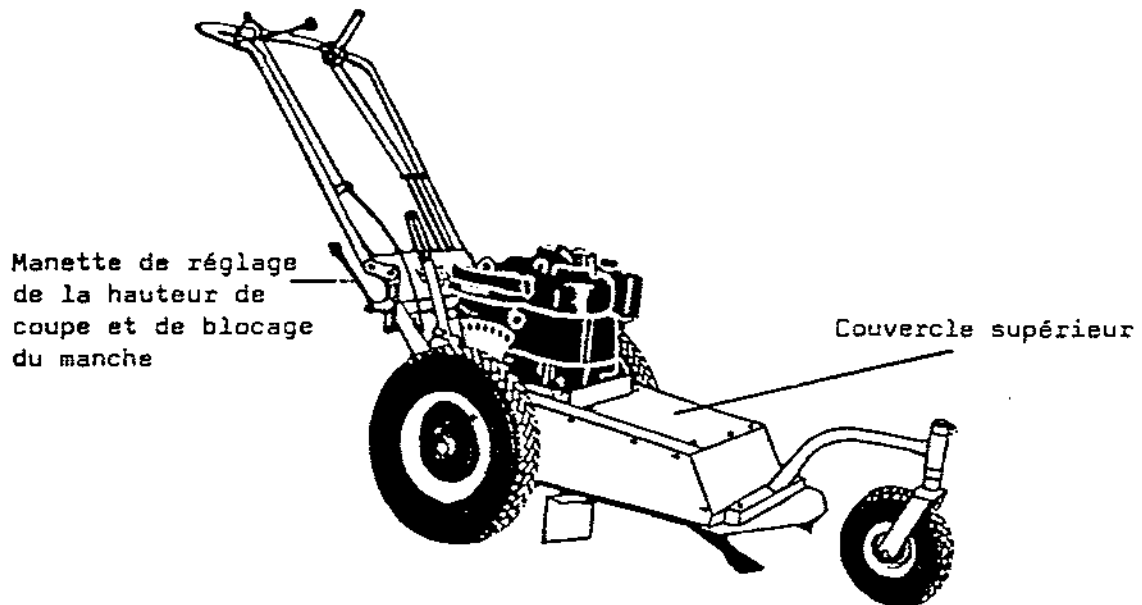

Figure 3
- laisser le carter ouvert et monter uniquement le col de cygne avec la roue pivotante (fig. 3)